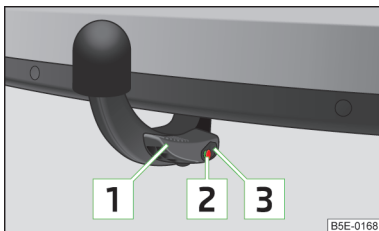

Fig. 156
- ✓ Maneta **1** se află sus de tot » fig. 156.